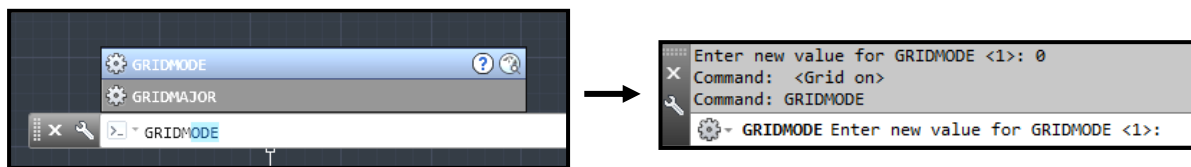

Рисунок 3.43 – Зміна режиму **Сетка** за допомогою системної змінної
2. Для зміни значення цієї системної змінної і включення режиму відображення сітки в графічній зоні креслення, ввести значення **1**, а для відключення режиму ввести значення **0** (рис. 3.43).